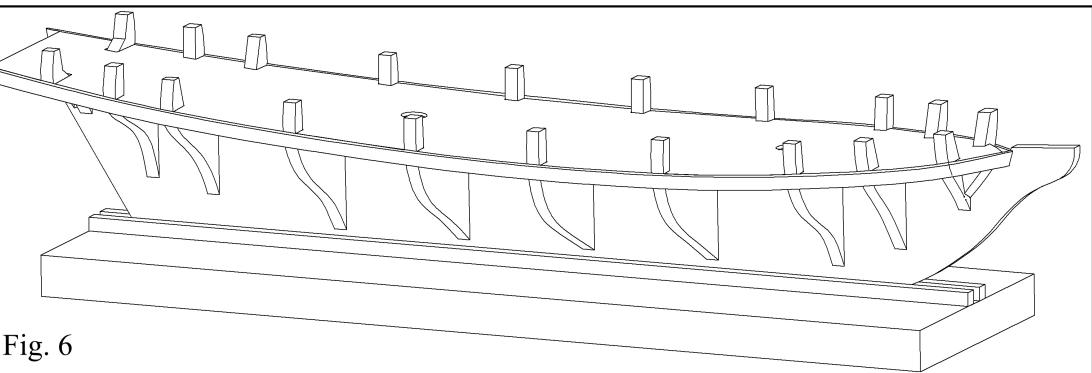

Fig. 11
5) Per il secondo fasciame usare listelli 0,5x4mm. di noce. Incollare il primo listello esattamente allineato col filo interiore della prima coperta. Proseguirà il rivestimento incollando altri listelli fino a coprire interamente la parte inferiore dello scafo alternando da ambo i lati (vedi fig. 7). Incollare l'incintone 2x3mm. di noce sopra lo scalino creato dal primo listello del secondo fasciame lungo tutto lo scafo. Proseguirà poi con listelli 0,5x4mm. fino all'altezza del primo fasciame. Rivestire anche lo specchio di poppa. Praticare, ora, con un seghetto ambo i lati le aperture per le bocche dei cannoni. Fare riferimento alla tavola A. Misurare la distanza tra le 5 aperture. La fessura deve essere di 8mm. (fig. 12). Asportare quindi le estremità delle ordinate portandole a livello della coperta (fig. 11).
5) Pour le deuxième bordé employer les lattes 0,5x4mm. en noix. Coller la première latte exactement alignée avec le fil inférieur du premier pont. Continuer le revêtement en collant des autres lattes jusqu'à découvrir toute la partie inférieure de la coque alternativement des deux côtés (voir fig.7). Coller la perceinte 2x3mm en noix sur la marche créée de la première latte du deuxième bordé au long de la coque. Puis continuer avec des lattes 0,5x4mm. jusqu'à l'hauteur du premier bordé. Couvrir aussi le miroir. Maintenant, faire avec une petite scie des deux côtés les ouvertures pour les canons. Référence tab.A Mesurer la distance entre les 5 ouvertures. L'ouverture doit être de 8mm. (fig.12). Donc emporter les extrémités des couples en les portant au même niveau du pont (fig.11).
5) Für die zweite Beplankung 0,5x4 mm Nußholzleisten verwenden. Die erste Leiste exakt angepaßt an die untere Kante der ersten Beplankung kleben. Die Verkleidung abwechselnd auf beiden Seiten fortsetzen bis der untere Teil des Rumpfes vollständig bedeckt ist (siehe Bild 7). Den 2x3 mm Aufsatz aus Nußholz auf die kleine Stufe kleben, die durch die erste Leiste der zweiten Beplankung entlang des ganzen Rumpfes entstanden ist. Mit den 0,5x4mm Leisten fortsetzen bis zur Höhe der ersten Beplankung. Auch den Heckspiegel verkleiden. Nun mit einer Metallsäge beidseitig die Öffnungen für die Kanonenmündungen aussägen, siehe Tafel A. Den Abstand zwischen den 5 Öffnungen abmessen. Die Öffnung muß 8mm betragen (Bild 12). Die Enden der Spanten abfeilen und ihre Höhe dem Deck angleichen. (Bild 11)